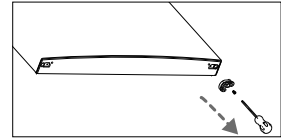

Abb. 6
- ▶ Entfernen Sie den Türanschlagbegrenzer an der Unterseite der Tür mit einem Kreuzschlitzschraubendreher (Abb. 6).